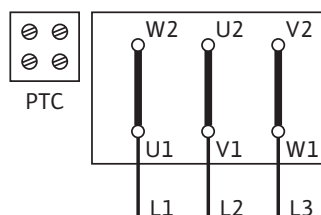

Fig. 35 : Démarrage Y-Δ (de série)
- Le schéma de raccordement électrique se trouve dans le couvercle de la boîte à bornes (voir aussi fig. 35/36).
Démarrage Y-Δ (de série)	Retirer les ponts de liaison (fig. 35)